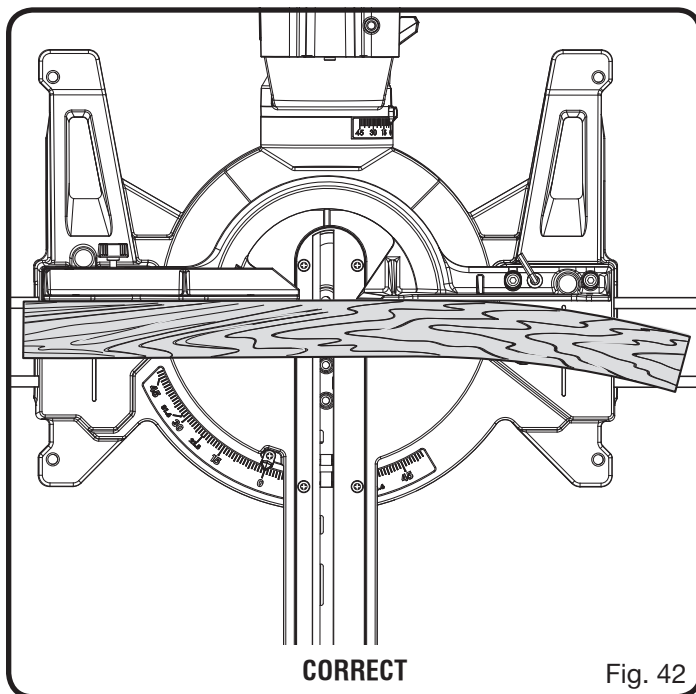

Fig. 42
- Placer la pièce à couper à plat sur la table à onglet, l'un de ses bords solidement appuyé contre le guide. Si la planche est voilée, placer le côté convexe contre le guide. Si le bord concave d'une pièce est placé contre le guide, la pièce peut se refermer sur la lame en fin de coupe et la bloquer. Voir les figures 42 et 43.
Voir les figures 42 et 43.
Lors de la coupe d'une pièce voilée, toujours s'assurer que son bord convexe est placé contre le guide, comme le montre la figure 42.